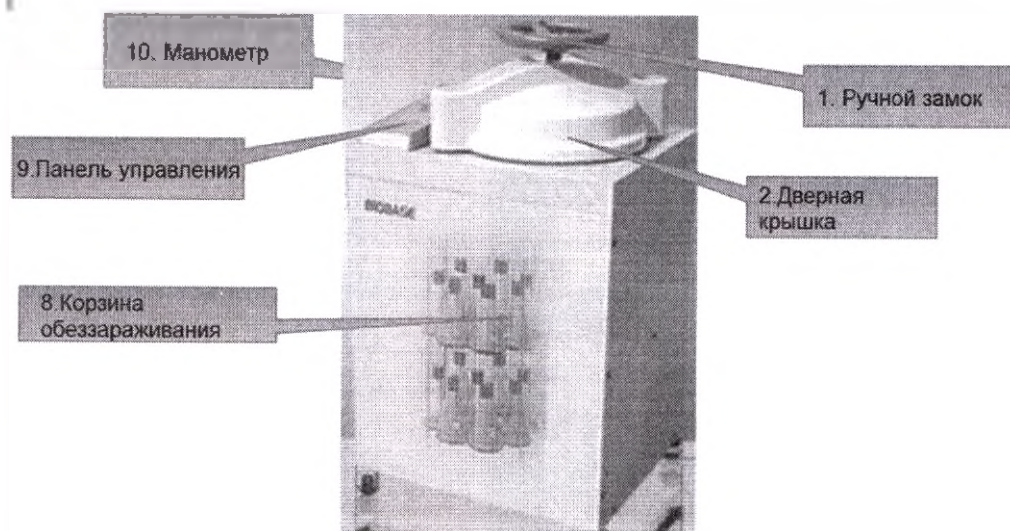

Рис.4
10.2.4 Поверните рукоятку дверного запирающего устройства против часовой стрелки, откройте дверную крышку и достаньте корзину из камеры автоклава (см. рис.4).